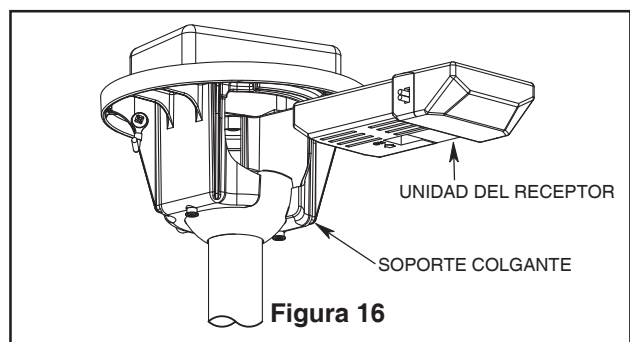

Figura 16
3. Deslice la unidad del receptor en el extremo abierto del soporte colgante. (Figura 16)